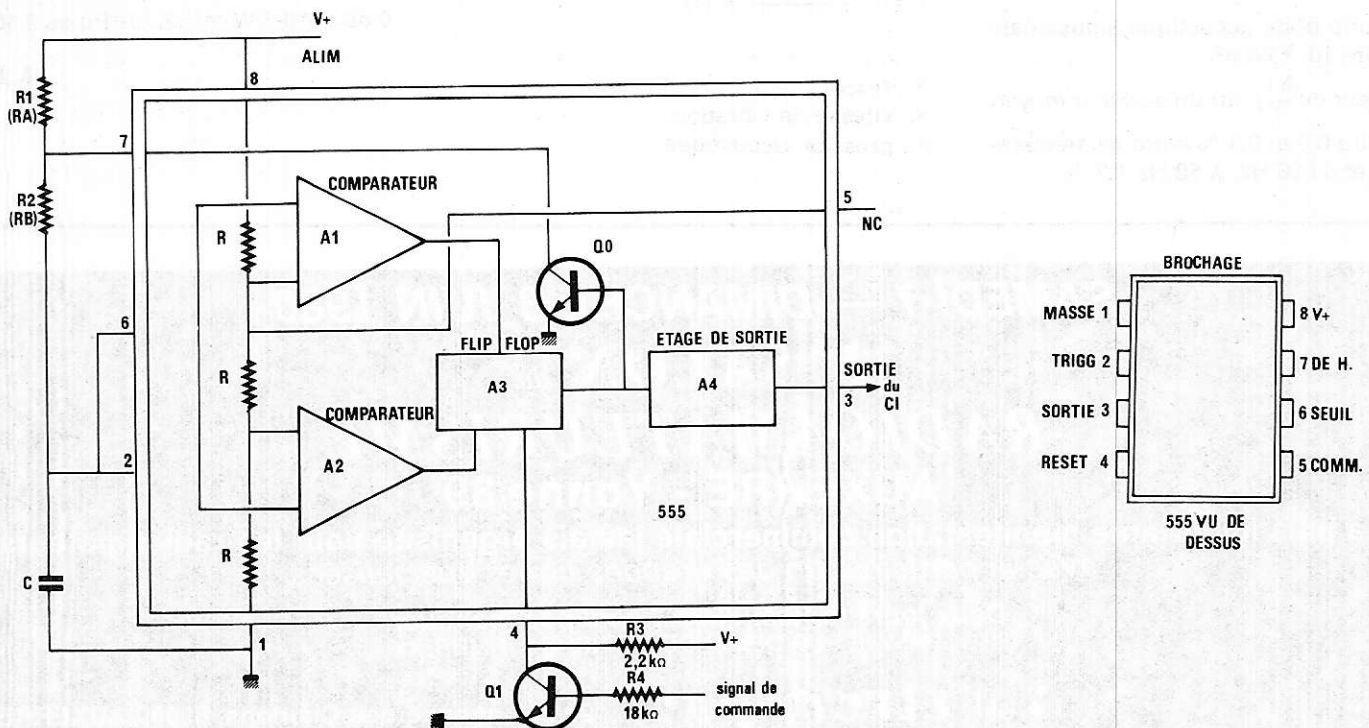
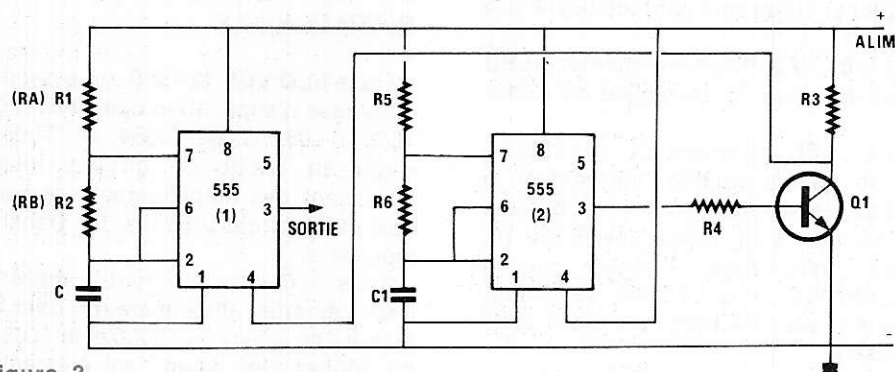

Figure 1
Figure 3
A la **figure 1** on donne en (A) le schéma complet de l'appareil et, en (B) le brochage du 555 en boîtier « dual in line » à 8 broches.
Calculons d'abord la fréquence du 555 de la figure 1 avec  $R_1 = 50 \text{ k}\Omega$  ( $0,05 \text{ M}\Omega$ )  $R_2 = 100 \text{ k}\Omega$  ( $0,1 \text{ M}\Omega$ ) et  $C = 1 \text{ nf}$  ( $0,001 \mu F$ ):
A la figure 3 on trouvera le schéma du montage composé de la partie proposée par l'auteur (voir figure 1) à laquelle nous avons ajouté le deuxième 555 monté en multivibrateur astable classique.